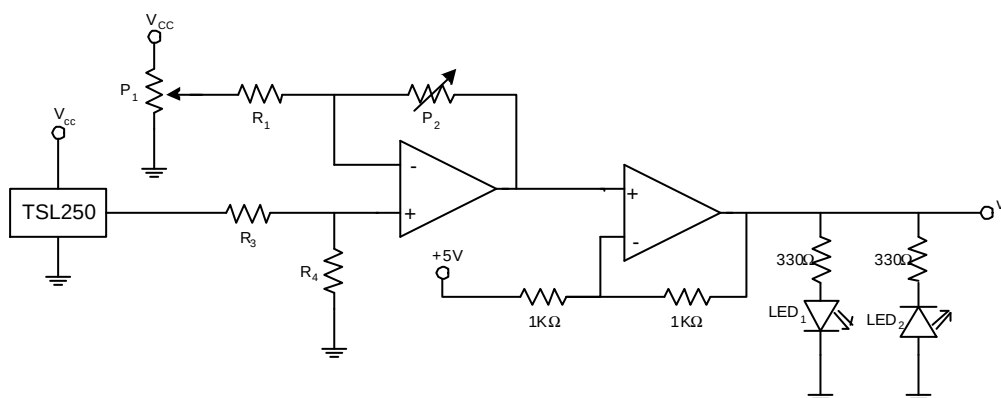

Figura 10
3. Explicar, na Figura 10, a introdução dos potenciómetros P_1 e P_2 . Considerar que o LED₁ é vermelho e que o LED₂ é verde. Dizer em que condições é que eles se encontrarão acesos.